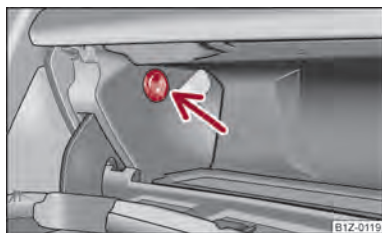

Fig. 76 Compartimento guarda objetos: manejo de la refrigeración
- Abrir o cerrar la entrada de aire con el conmutador giratorio → fig. 76.